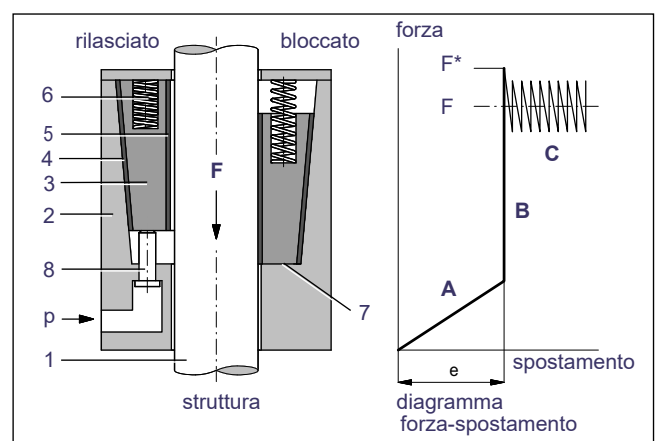

Fig. 1: Principio di funzionamento
Il dispositivo anticaduta assicura il carico se viene a mancare la pressione sui pistoni di sollevamento (8), *fig. 1*. In tale situazione le ganasce di presa (3), *fig. 1* si appoggiano alla barra (1), *fig. 1* per effetto delle molle (6), *fig. 1* nel cono della scatola si ottiene una forza di attrito iniziale tra la barra e ganasce di presa (stato impostato).
La forza di serraggio, però, viene generata solo quando la barra si muove in direzione discendente del carico. Il sistema di serraggio autorinforzante si chiude automaticamente: inizialmente le ganasce di presa (3), *fig. 1* vengono attrite contro la barra in conseguenza dell'attrito autorinforzato per una corsa della barra «e» (ca. da 5 a 15 mm secondo le dimensioni) in posizione di bloccaggio sull'arresto (7), *fig. 1*, cfr. fase **A**, *fig. 1* del diagramma forza/spostamento.
Se la sollecitazione cresce ulteriormente (fase **B**, *fig. 1*), la barra rimane ferma fino al raggiungimento della forza di tenuta statica (forza di attrito)  $F^*$ , *fig. 1*. Al superamento della forza di tenuta statica la barra scivola. Il dispositivo anticaduta frena (fase **C**, *fig. 1*) il movimento della barra con una forza frenante dinamica media  $F$ , *fig. 1* – la forza di tenuta – e in questo modo assorbe p. es. l'energia cinetica della massa in caduta.
Se il dispositivo anticaduta si assume, il carico per rilasciare il serraggio non basta alimentare pressione al raccordo L. La barra deve essere anche spostata nella direzione opposta a quella del carico con una forza adeguata al carico per superare la corsa della barra «e», *fig. 1*. Ciò offre un vantaggio a livello di sicurezza, perché generalmente il serraggio può essere rilasciato solo quando l'azionamento e il comando della corsa è intatto e attivato. Normalmente non è necessario incrementare la forza (per il distacco).